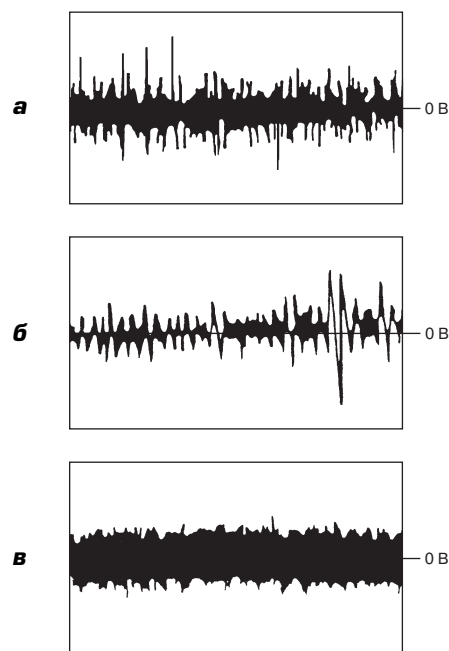

Рис. 13. Форма сигнала ТЕ при различном усилении в петлях фокусировки и радиального трекинга
*Регулировка усиления в петлях фокусировки и радиального трекинга.* Необходимое усиление петель фокусировки и радиального трекинга зависит от уровня шумов и вибраций. При повышении усиления уровень шумов также увеличивается. Если усиление уменьшается, повышается чувствительность системы к механическим вибрациям. Существует оптимальная величина усиления. Признаки неправильно выставленного усиления приведены в табл. 2. Установить необходимое усиление петли можно по анализу формы сигнала ошибки ТЕ на экране осциллографа в процессе воспроизведения с тестового компакт-диска. Для этого осциллограф следует подключить к контрольной точке ТЕ, а регулировкой переменных резисторов, определяющих усиление, необходимо добиться вида сигнала, представленного на рис. 13а. Если сигнал отличается (рис. 13б или 13в), то усиление, соответственно, мало или велико.